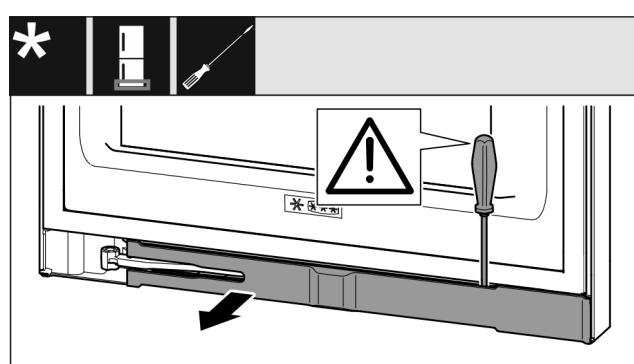

Fig. 13
- ▶ Deblocați masca cu șurubelnită plată și pivotați-o în lateral Fig. 13 () .